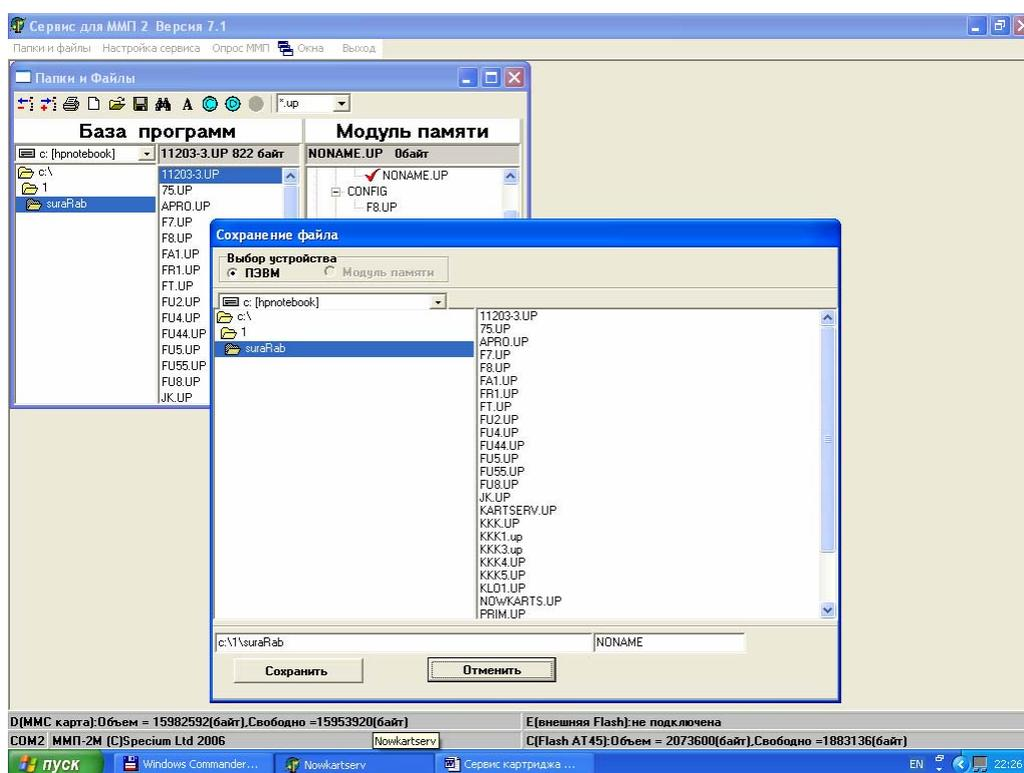

Рисунок 18. Окно сохранения файла. Перекачивание файла ММП в ПЭВМ.
- в открывшемся (рисунок 18) окне «Сохранение файла» выбрать каталог ПЭВМ,